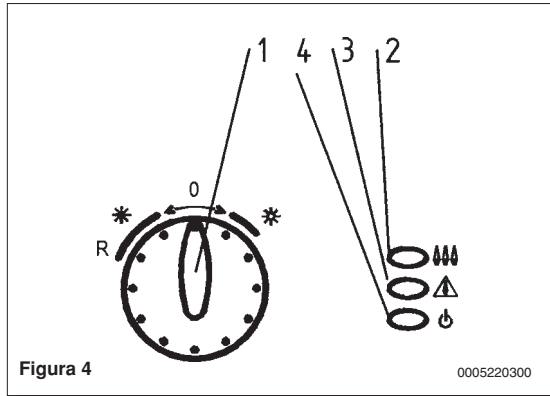

Figura 4
Si consiglia in questo caso di ripetere le operazioni di accensione, fino all'arrivo del gas al bruciatore, posizionando momentaneamente la manopola (1) in **(R)** (vedere anche figura 4).
*El panel de mandos de la caldera modelo **energy 1.240 i** no posee el pomo (6) concerniente a la regulación de la temperatura del agua sanitaria.*
*En este caso se aconseja repetir las operaciones de encendido, hasta que el gas llegue al quemador, ubicando momentáneamente el botón (1) en **(R)** (véase también figura 4).*